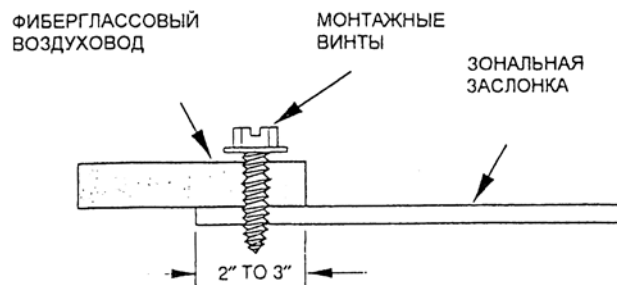

Рис. 7 – Прямоугольный фиберглассовый воздуховод
1. Вставьте конец зональной заслонки в фиберглассового воздуховода на 2-3 дюйма (см. рис. 7).